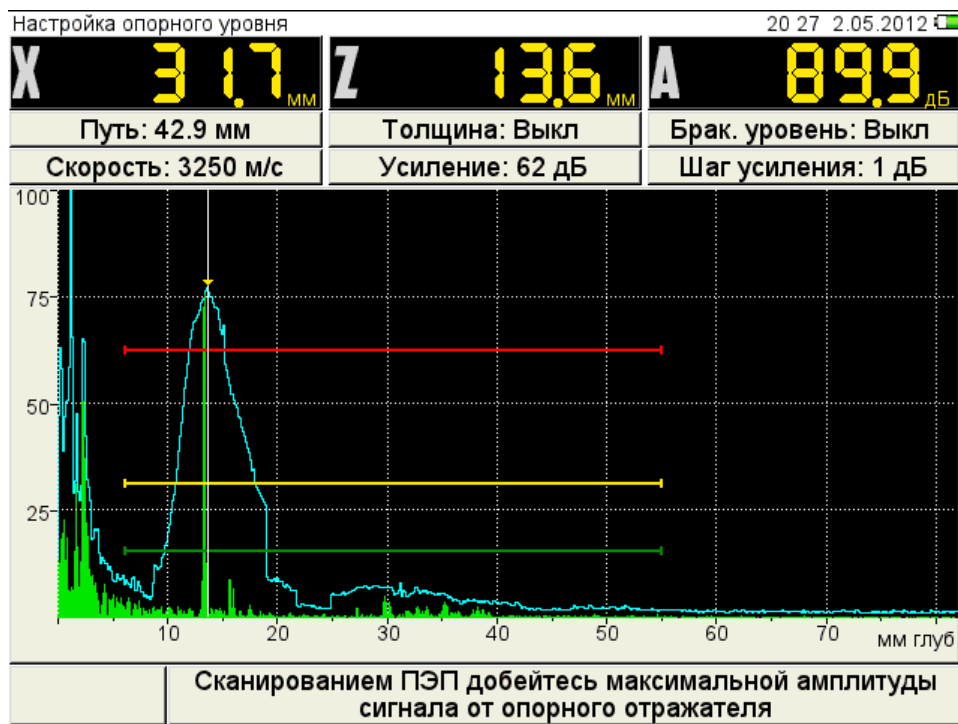

Рисунок 15
- перейти на параметр «Опорный уровень» и включить его нажатием клавиши **Enter** . Откроется окно настройки опорного уровня (рисунок 15);